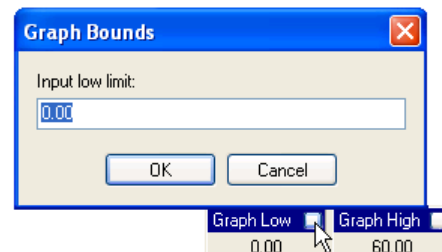

Figura 7.8.1c Impostazione del limite istogramma
6. Se necessario, cliccare sul quadrato bianco sulla barra del titolo "Istogramma Basso" o "Istogramma Alto", e impostare i valori basso e alto da visualizzare nel relativo istogramma (Figura 7.8.1c).